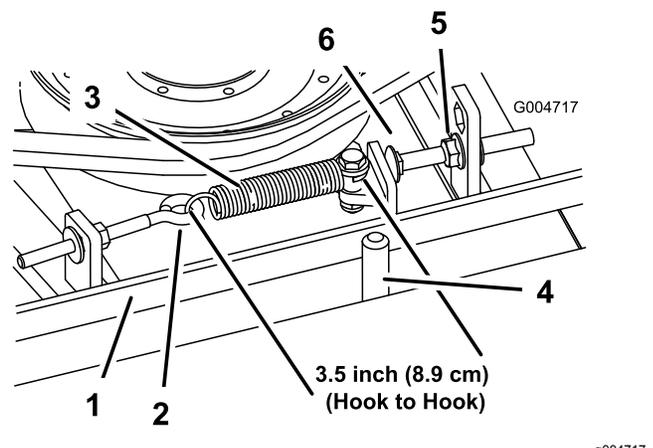

Рисунок 101
При правильном натяжении внутренняя длина пружины растяжения (между зацепами) должна быть приблизительно 8,3–9,5 см. После того, как будет достигнуто правильное натяжение пружины растяжения, отрегулируйте упорный болт (каретный болт) так, чтобы между головкой болта и рычагом натяжного ролика оставался зазор 2–5 мм. (Рисунок 101).
Примечание: Убедитесь, что ремень расположен на направляющей ремня со стороны пружины (Рисунок 101).
2. Ослабьте рым-болт, чтобы можно было снять пружину растяжения (Рисунок 101).
3. Ослабьте фланцевую гайку, которая крепит упорный болт к монтажному выступу, и отодвиньте натяжной ролик от ремня, чтобы ослабить натяжение ремня (Рисунок 101).
9. Подсоедините пружину растяжения (Рисунок 101) к рым-болту и натяните ремень следующим образом: